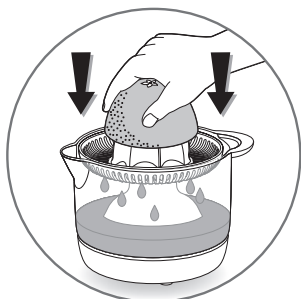

fig.2
- Placez la moitié de l'agrumes sur le cône plastique (C) et appuyez doucement pour la mise en marche de l'appareil (fig. 2). Le jus s'écoulera directement dans la verseuse (B).
- Place the halved fruit onto the plastic cone (C) and press it down gently to start the appliance (fig. 2). The juice will flow directly into the jug (B). Remove the fruit from the cone when all the juice has been extracted.
- Plaats een halve vrucht op de kunststof perskegel (C) en druk er zacht op om het apparaat in te schakelen (fig. 2). Het sap stroomt direct in de kom (B). Haal het fruit van de perskegel als al het sap eruit is geperst.
- Setzen Sie eine Hälfte der Zitrusfrucht auf den Presskegel (C) und drücken Sie vorsichtig, damit das Gerät in Gang gesetzt wird (Abb. 2). Der Saft fließt direkt in den Behälter (B). Entfernen Sie die Frucht vom Presskegel, nachdem der ganze Saft ausgepresst wurde.